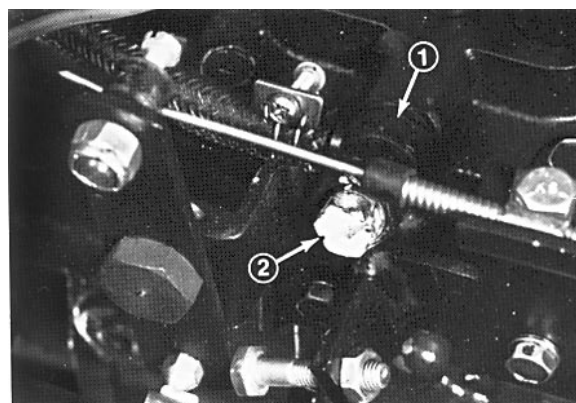

Fig. 13
4. Åpne lufteskruen på innsprøytningspumpen for drivstoff (fig. 13) med en 12 mm nøkkel.